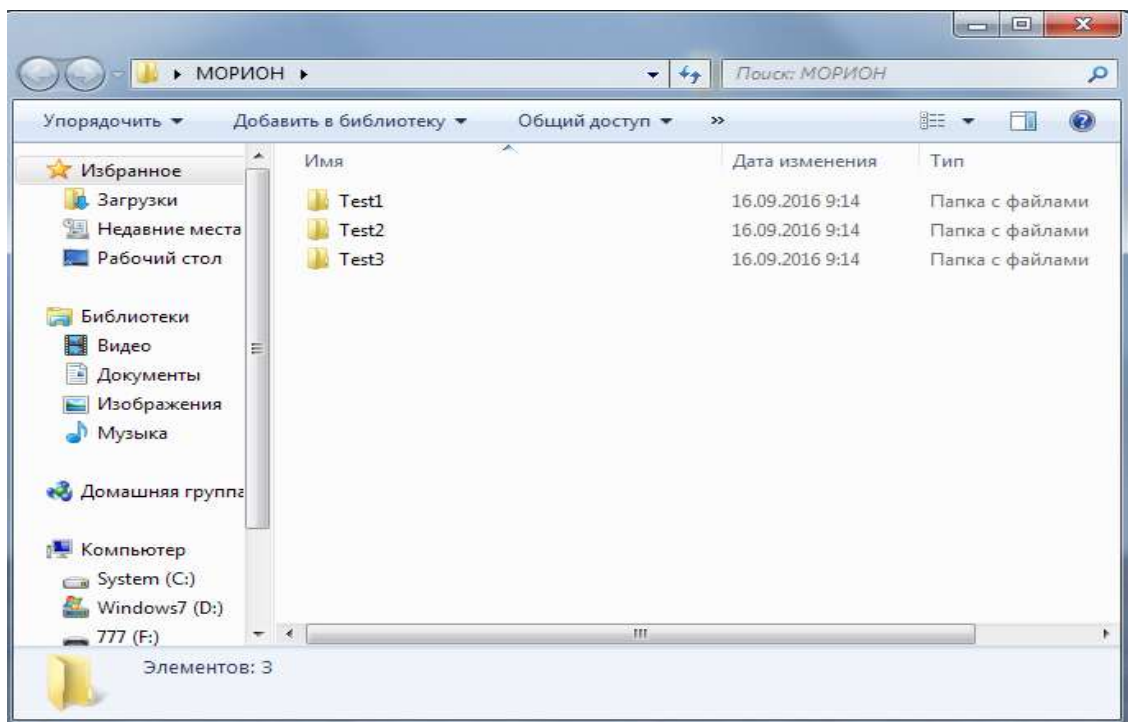

Рис. 11
9.2. Открываем папку **МОРИОН**. В ней находятся папки с названиями рабочих тестов (рис. 11).